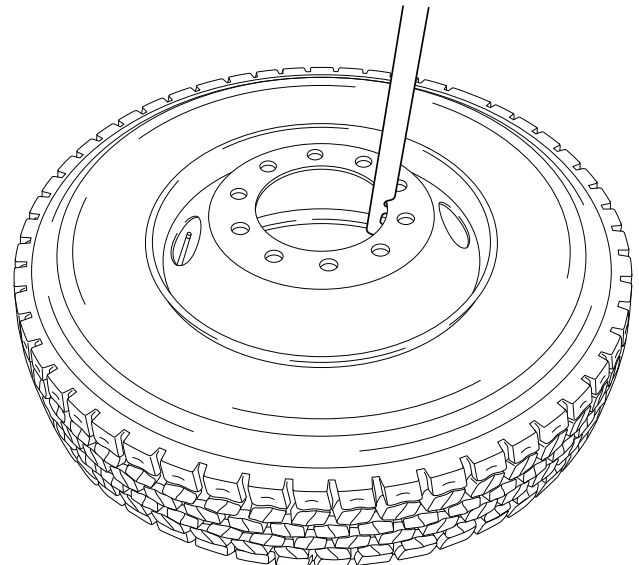

Figure 3
- Roue en acier :** Accrochez la troisième encoche du culbuteur de roue à la jante de la roue comme indiqué sur la figure 3.